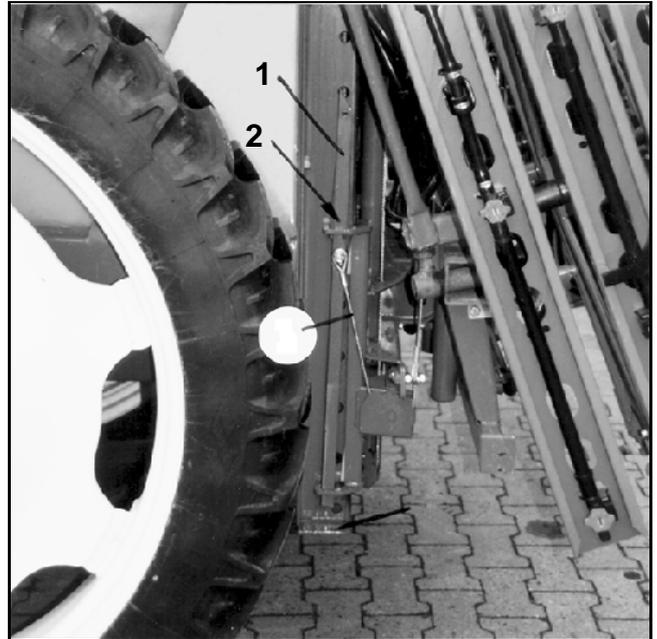

Fig. 8.11
- Mediante la regulación de altura bajar el varillaje a la posición inferior, de manera que ambos perfiles cuadrados se (Fig. 8.11/1) apoyen sobre los elementos de tope inferiores y encastran en los cierres (Fig. 8.11/2).